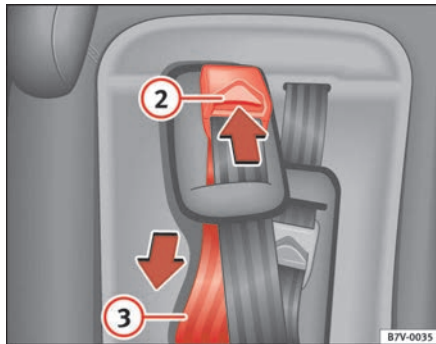

Abb. 39 Ausschnitt vom integrierten Kindersitz: Hosenträgerverstellung
- Drücken und halten Sie die Entriegelungstaste ⇒ Abb. 39 (2) in Pfeilrichtung.
- Ziehen Sie bei gedrückter Entriegelungstaste den unteren Teil des Hosenträgergurt (3) in Pfeilrichtung nach unten. ■